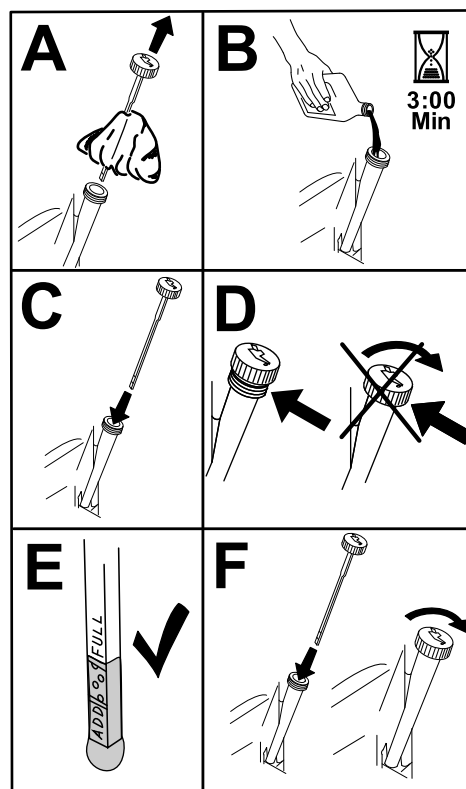

Figura 68
6. Vierta lentamente un 80% aproximadamente del aceite especificado por el tubo de llenado, luego añada lentamente el resto del aceite hasta que llegue a la marca de Lleno (Figura 68).